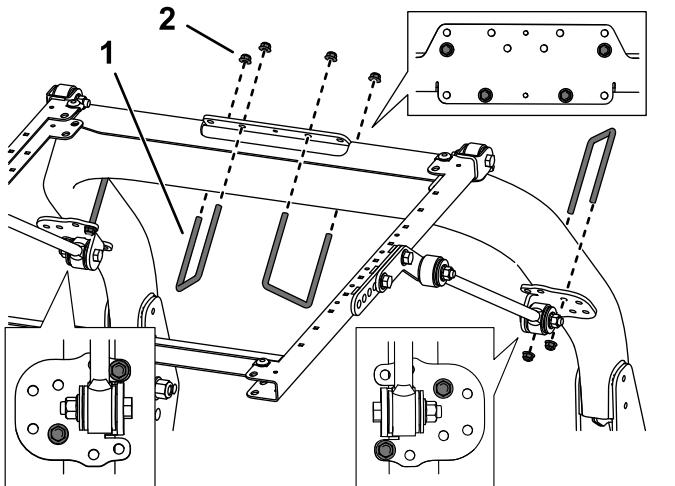

Figura 39
8. Utilizando os furos de montagem mostrados na Figura 39, monte sem apertar completamente cada um dos suportes de cinta às colunas da barra de segurança com uma cavilha em U (3 1/2 pol. x 5 pol.) e duas porcas flangeadas.